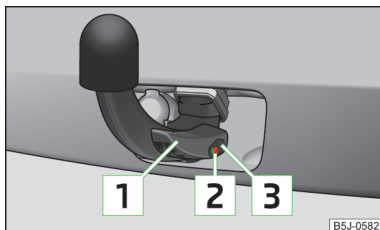

Fig. 104
- ✓ Maneta [1] se află sus de tot » fig. 104.